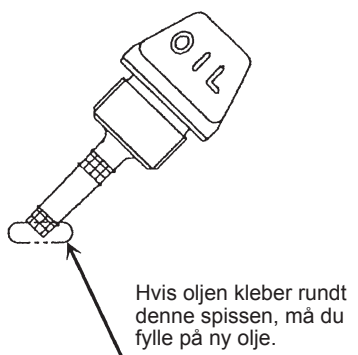
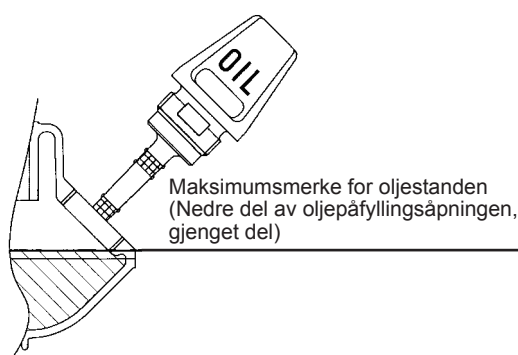

Fig. 1
Fig. 2
- Hold motoren vannrett, fjern oljemåleren og sjekk at oljen står opp til et punkt mellom det øvre og det nedre påfyllingsmerket. Når oljestanden er for lav, fordi oljemåleren bare berører oljen med spissen, særlig mens oljemåleren er stukket inn i veivhuset uten å være skrudd inn (fig. 1), må du fylle på ny olje i nærheten av porten (fig. 2).
(1) Hold maskinen vannrett og ta ut oljemåleren.
(2) Fyll olje til kanten av oljepåfyllingsåpningen. (Se fig. 2).